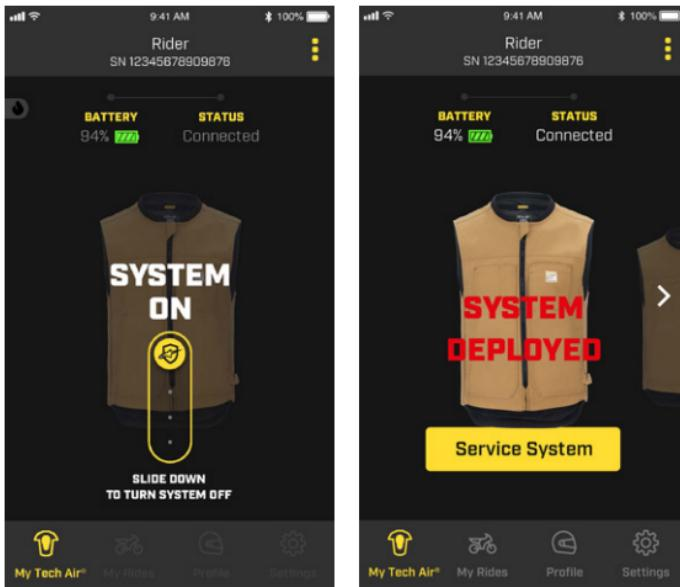

Abbildung 19
Während der Fahrt ist der Modus "SYSTEM EIN" aktiv und der Benutzer kann aus Sicherheitsgründen nicht auf die meisten Funktionen der App zugreifen. Falls das System vom Benutzer deaktiviert werden muss, z. B. während einer anstrengenden Fahrt im Gelände, kann das System über das Schiebesymbol in der App ausgeschaltet werden (siehe Abbildung 19). Um das System wieder zu aktivieren, öffnen und schließen Sie den Aktivierungsschließverschluss (1).
Im Falle der Bereitstellung zeigt die App den entsprechenden Status mit dem Wortlaut "SYSTEM DEPLOYED" an, wie in Abbildung 19 dargestellt.